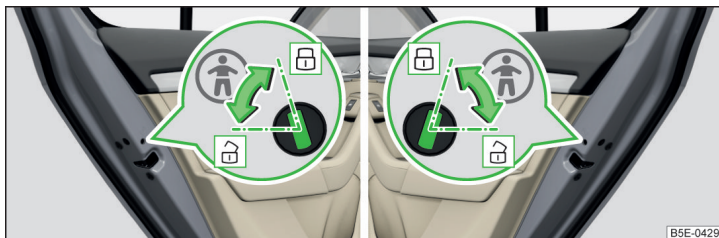

Fig. 56 Puerta posterior: Conectar/desconectar el seguro para niños
- Para **encender**, girar el fusible con la llave del vehículo en la posición » fig. 56.